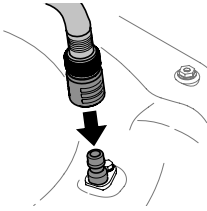

Figura 24
3. Conecte la manguera de jardín con el pico de lavado de plataforma al puerto de agua que está sobre la superficie de su plataforma (Figura 24).